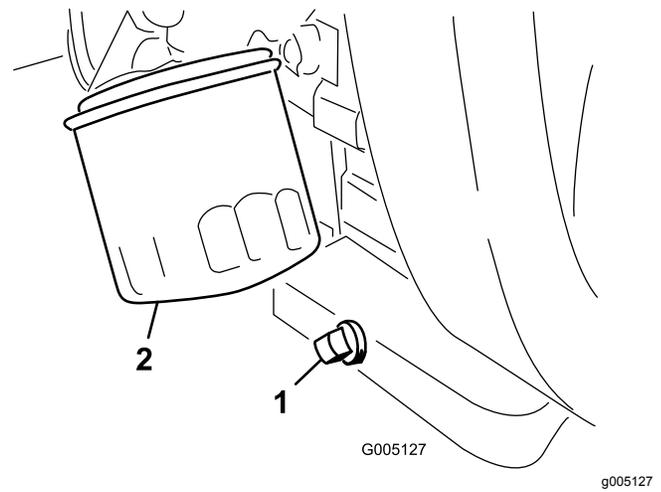

**Bild 45**
3. Nehmen Sie einen verschmutzten Schaumeinsatz vorsichtig vom Papiereinsatz ab (Bild 45). Reinigen Sie ihn gründlich wie folgt: